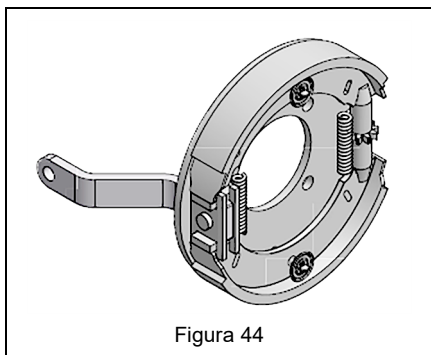

Figura 44
3. Rimuovere il gruppo ruota. Vedere Figura 44.